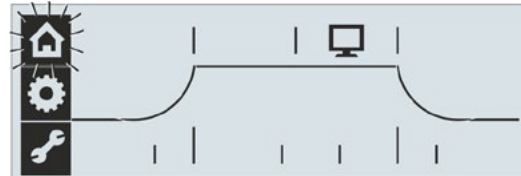

Fig. 2 : Entrée dans le menu
2. Confirmer la sélection : appuyer sur le Drive Controller. Le symbole « Commande locale » clignote de manière inversée (Fig. 2).